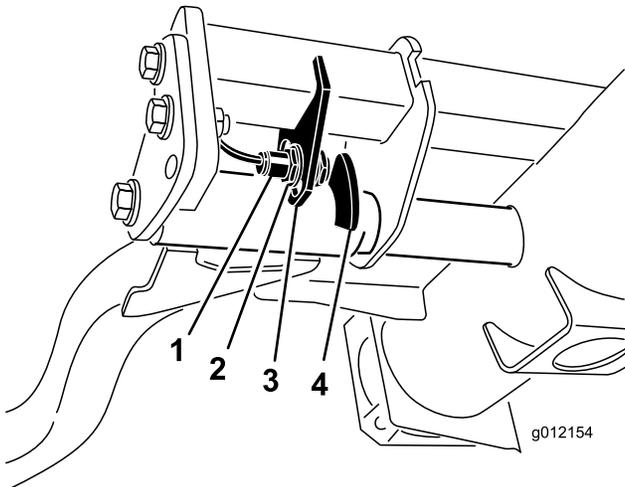

图36
2. 提升臂位于右前方提升臂图36后面的液压油箱下。
3. 拧松开关安装螺钉并向下移动开关可增大提升臂的转向高度向上移动开关可减小提升臂的转向高度图36。